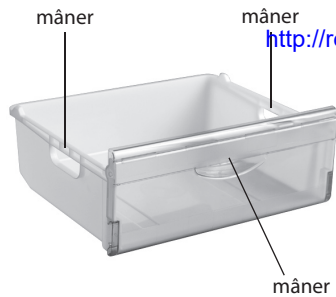

Figura 4 - Sertar
1.9 Sertarele CC au câte un mâner pe panoul frontal pentru a facilita încărcarea și descărcarea produselor, și mâner pe părțile laterale (cu excepția sertarului de jos) pentru deplasarea în afara frigiderului, în conformitate cu figura 4.